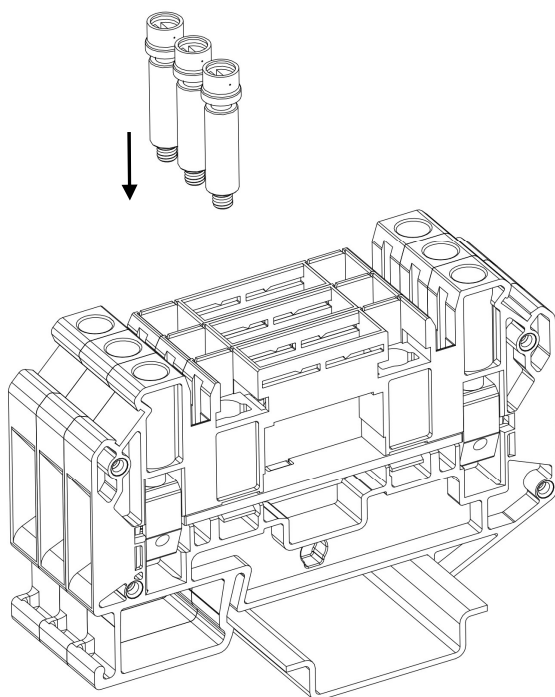
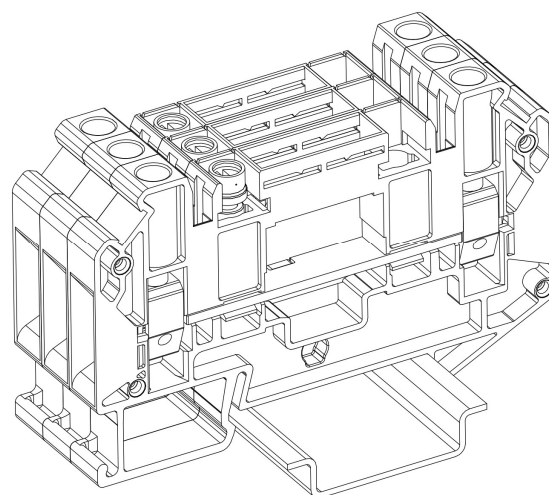

Рисунок 55 – установка винта и втулки коммутационной перемычки
Рисунок 56 – установленные винт и втулка коммутационной перемычки
- Вдавите винт и втулку коммутационной перемычки в функциональное отверстие клеммы (рис. 55; рис. 56).